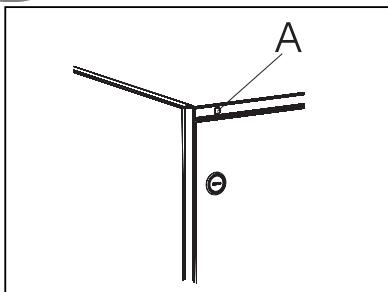

Afbeelding 4.
7.2. Binnenverlichting (afb. 4)
2. reset het deurcontrolelampje door de afstandsbediening tegen de deursensor te houden (afb. 4. B) en op de knop te drukken.